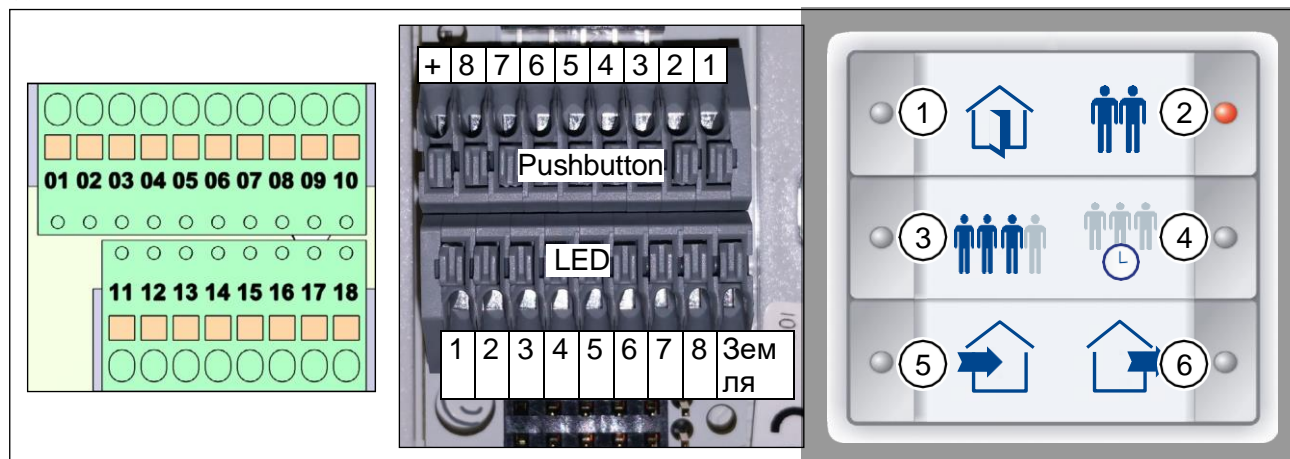

Рис. 30: Плата клем вентиляційної установки, плата клем тактильного датчика InControl, лист-вкладиш
- ▶ Після монтажу, помістіть лист-вкладиш (Рис. 30) в тактильний датчик InControl.
► Після монтажу, помістіть лист-вкладиш (Рис. 30) в тактильний датчик InControl